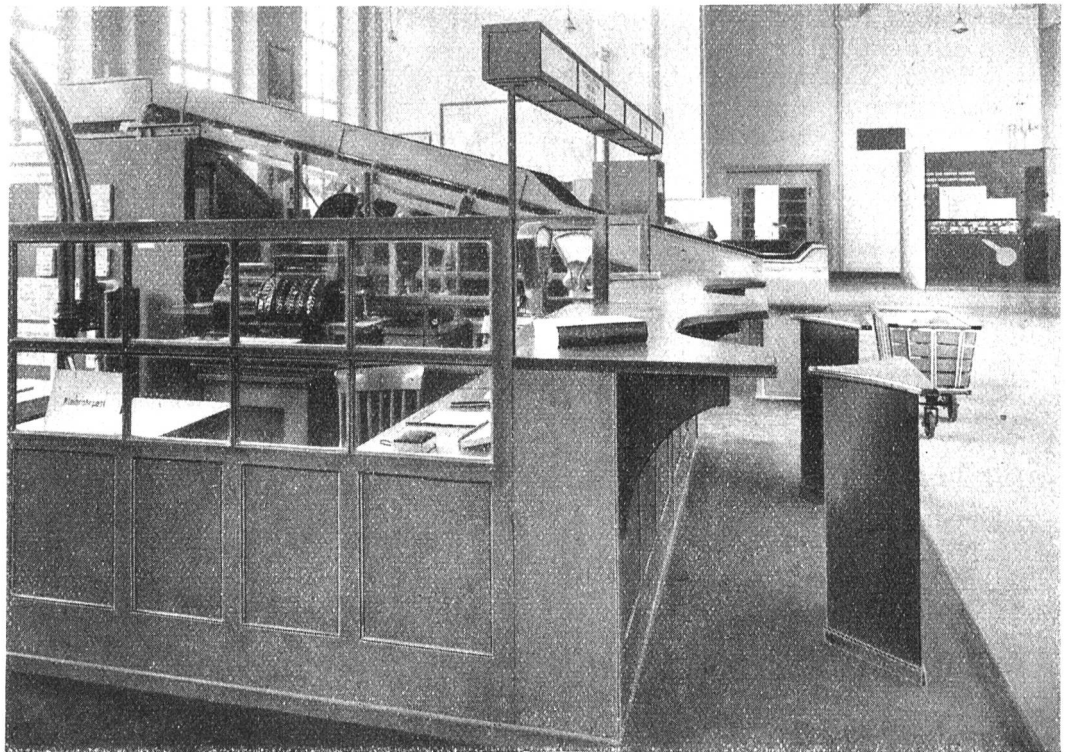
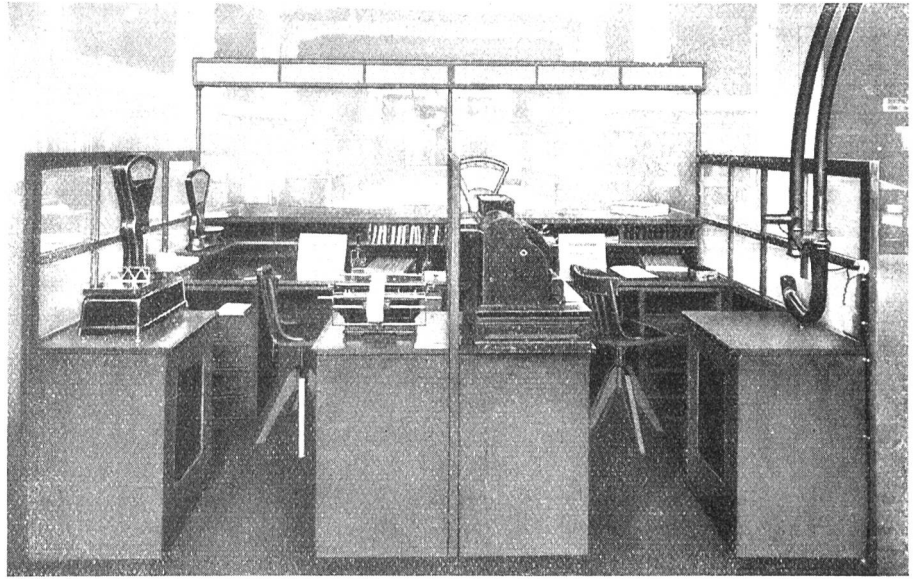
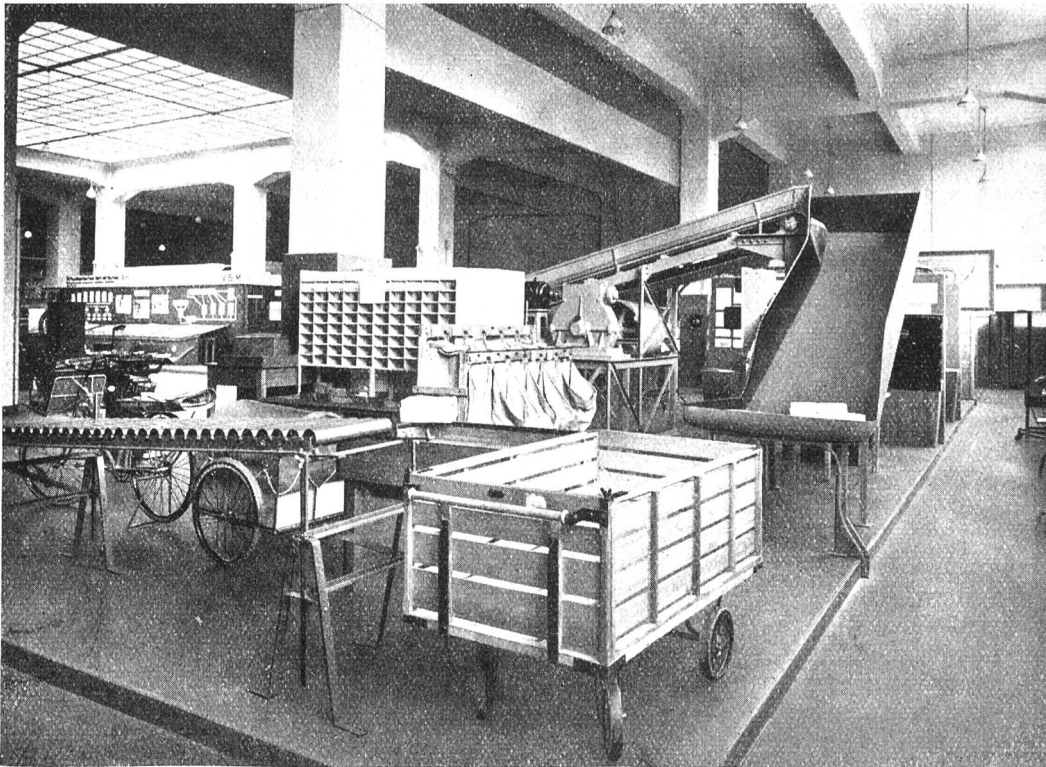
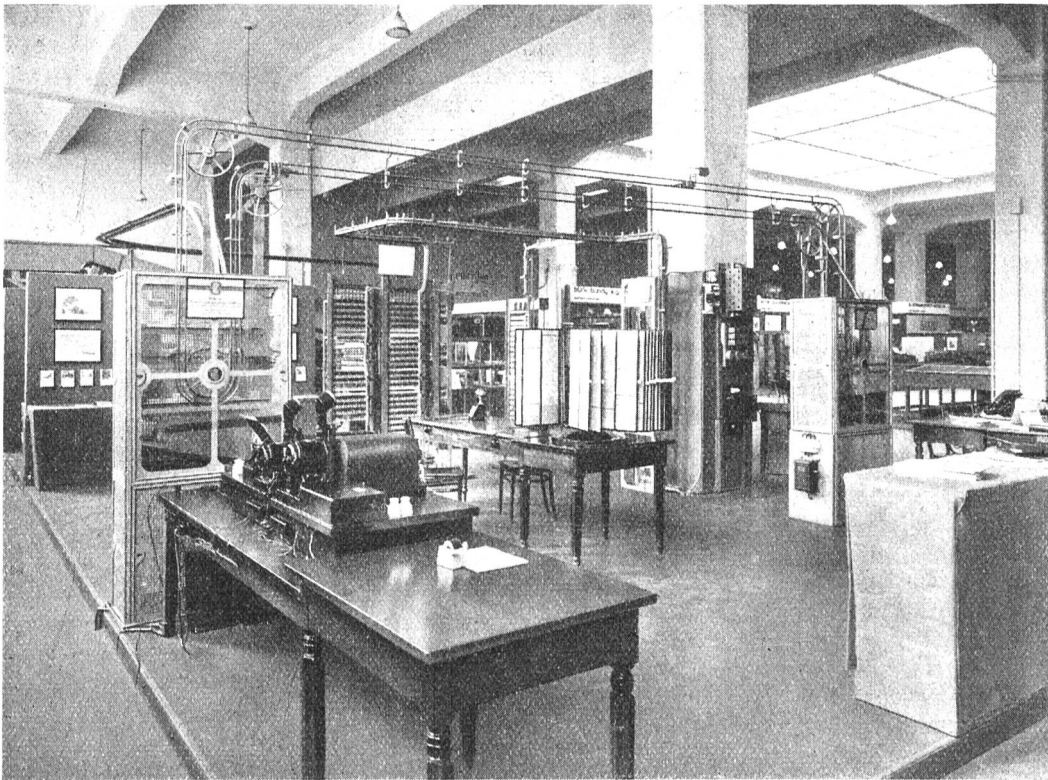

Abb. 1. Neue Schalteranlage mit Sitzpult.
Abb. 2. Schalteranlage zum Sitzendarbeiten von innen.
Abb. 3. Überblick über die Postabteilung. In der Mitte rechts Förderband mit Rutsche.
Abb. 4. Überblick über die Telegraphen- und Telephonabteilung mit Seilpostanlage für den Telegraphendienst.
Die *Abb. 1* gibt eine Teilansicht unserer Ausstellung mit einer Doppelschalteranlage im Vordergrund. Nimmt man dazu die nachfolgenden *Abb. 3 und 4*, die je ein Bild von den beiden entgegengesetzten Seiten zeigen, so ergibt sich zusammen ein gewisser Überblick über die ganze PTT-Ausstellung. *Abb. 2* zeigt die Schalteranlage von innen.
Diese Schalter, die praktisch in der Schweiz noch nicht erprobt sind, zeigen als Neuerung die bequeme Sitzvorrichtung für den Schalterbeamten. Alle Schalterverrichtungen des Beamten lassen sich sitzend erledigen, womit eine Forderung moderner Rationalisierung — Arbeitsvollzug bei geringster Ermüdung — erfüllt wird. Wertzeichenbuch, Münzbrett, Wagen, Stempel, Hilfsbücher, Vordrucke — alles ist sitzend erreichbar, und wenn der die Ausstellung besuchende Praktiker zuweilen einwendete, das Schalterbrett sei zu hoch, so hat er dabei wohl zu wenig berücksichtigt, daß der Drehstuhl höhergestellt werden kann. Die Höhe des Schalterbrettes ist von außen bestimmt durch den stehend am Schalter vorsprechenden Besucher. In *Abb. 2* erkennt man ferner die innere Ausrüstung der Schalter mit neuen Wagen und Bureaumaschinen; rechts fällt die Mündung einer *Rohrpost* auf, die bei den Besuchern besonders lebhaftes Interesse fand.
Aus *Abb. 3* ergibt sich ein Überblick aus der hintern rechten Ecke der Postausstellung. Im Mittelgrund rechts *Förderband mit Rutsche*, als Teile einer mechanischen Förderanlage für Postzwecke. Auf der schräg aufwärts führenden Bahn (auf *Abb. 1* besser sichtbar) führt ein elektrisch betriebenes Förderband
Der Dienstzweig **Telephon** war durch eine betriebsmäßig ausgerüstete *Telephon-Handzentrale* mit Verteiler, Relais- und Zählergestell und Stromlieferungsanlage, mit angeschlossenen *Teilnehmerstationen*, einer selbstkassierenden *Sprechstation* und einer *automatischen Landzentrale* vertreten. Auf diese Weise war es möglich, den Ausstellungsbesuchern das Zusammenarbeiten der ausgestellten Apparate verständlich zu machen und ihnen einen Begriff von der Einrichtung eines kleinen Telephonamtes zu vermitteln (*Abb. 4*).
*L'image n° 3* est une reproduction de la partie arrière droite de l'exposition postale. Au deuxième plan, à droite, un *tapis roulant* et un *glissoir* constituent des parties d'une installation mécanique de transport à l'usage de la poste. Le tapis roulant, à propulsion électrique, qui se trouve dans la conduite ascendante de gauche (plus distincte dans la fig. 1) transporte les paquets ou les sacs jusqu'au haut de l'appareil et les verse dans le glissoir, dont la partie inférieure est aménagée en forme de réceptacle. Divers appareils, de fabrication moderne, employés dans le service postal, sont en outre visibles sur la figure n° 3: un *chariot de bureau*; à sa gauche, une *table de déballage avec tiroir spécial pour la poussière* (voir dans le n° 4/1928 de la Revue des Postes, l'article des pages 127 et suivantes); un *transporteur à rouleaux*, à plan incliné sur lequel glissent d'eux-mêmes, moyennant une légère impulsion, les paquets qu'on y dépose; des *vélocipèdes et chariots pneumatiques* pour le service de distribution; une *machine à timbrer électrique* qui fut, dans la mesure du possible, présentée en activité; au milieu, une *table de travail pour facteurs de lettres* et, plus à droite, un *appareil de suspension pour sacs*. Tout à droite, le long du mur extérieur, se trouvaient des *machines de bureau* et des tables avec des modèles, bons et mauvais, *d'adresses, d'affranchissements*, de formats de lettres et journaux en liasses et de *plis* suffisamment et insuffisamment *cachetés*. On ne remarque malheureusement pas les fenêtres auxquelles étaient suspendus de fort beaux diapositifs mettant en évidence l'avantage et la beauté des courses automobiles sur les routes alpestres. L'œil du visiteur était attiré aussi par d'autres affiches-réclames du service automobile et par de grands graphiques en couleurs, appliqués aux parois intérieures et qui, sous une forme artistique, faisaient ressortir, l'un les conséquences fâcheuses des *adresses insuffisantes sur les envois postaux*, un autre, *l'utilité de la carte d'identité postale* et un troisième, l'influence de la rationalisation et des machines de bureau sur *l'effectif du personnel* (voir également la figure 9, au centre de laquelle se trouve une réclame de ce genre en faveur des télégrammes à ornements artistiques pour occasions spéciales, Télégrammes T. O.)
Die Abb. 4 zeigt ferner in der Mitte auf einem Tisch eine für den Auskunftsdienst einer grossen Zentrale bestimmte Drehsichtkartei. Links davon sind die Gestelle der automatischen Landzentrale und rechts die zur Stromlieferungsanlage gehörenden Apparate, wie Gleichrichter und Drosselspule, ferner der Relaisrahmen für die Verbindungsleitungen sichtbar. Hinter der Drehsichtkartei ist links freistehend das Relais-
ainsi qu'une centrale rurale automatique. Il était, en conséquence, possible de faire la démonstration du fonctionnement complexe des appareils exposés et de révéler aux visiteurs les détails d'installation d'une petite centrale téléphonique (fig. 4).
In einer besonderen Gruppe wurden die wichtigsten Dienstzweige des **Telegraphen** in betriebsmäßiger Anordnung gezeigt. Im Vordergrund der *Abb. 4* ist der *Telegraphenapparat* sichtbar, ein Tastenschnellschreiber der Firma Siemens & Halske, Berlin, der die Übermittlung von 100 bis 110 Telegrammen in der Stunde in jeder Richtung gestattet. Der Apparat ist für Hand- und automatischen Sendebetrieb eingerichtet und außerdem mit einer Vorrichtung für Lochstreifen-Empfang versehen.
Die zweckmäßige Anordnung der einzelnen Dienste und die vorhandenen technischen Hilfsmittel lassen erkennen, daß im Telegraphenbetrieb dem Gedanken der Rationalisierung der Arbeitsmethoden weitgehend Rechnung getragen wird. Von der Schalteranlage (*Abb. 1 und 2*) aus führt eine von der Firma Deutsche Telephonwerke & Kabelindustrie A.-G., Berlin erstellte *Klein-Rohrpost* nach dem Beförderungsdienst. Sie dient in erster Linie zur raschen Weitergabe der am Schalter aufgegebenen Telegramme. Für die mechanische Fortbewegung der ankommenden Telegramme zwischen Beförderungsdienst und Ankunfts kontrolle sorgt die in *Abb. 4* sichtbare *Seilpostanlage*, ausgeführt von der Firma Zwietusch & Cie., Charlottenburg. Die für die Zustellung im Ortskreis bestimmten Telegramme gelangen mit der Seilpost zunächst an die Adressenergänzungsstelle (rechts in *Abb. 4*), wo die Adressen nach den Angaben einer Kartei ergänzt werden. Hierauf werden die Telegramme, je nachdem sie durch Boten oder telephonisch zugestellt werden müssen, der Einschreib- und Abfertigungsstelle oder der Telephonistin übergeben. Die Adressenergänzung geschieht in einfacher Weise durch Aufkleben eines der Kartei entnommenen Zettels, auf dem die vollständige Adresse des Empfängers und allfällige Bestellaufträge in Druckschrift angegeben sind.
La *figure 4* montre, placé au milieu d'une table, un *tourniquet* destiné au service de surveillance des grandes centrales. A gauche de ce tourniquet, on voit les bâtis de la centrale rurale automatique, et à droite, les appareils faisant partie de l'installation d'énergie électrique, tels que le redresseur, la bobine de réactance, ainsi que le cadre des relais des lignes de connexion. Egalement à gauche du tourniquet on aperçoit, à l'arrière plan, le bâti des relais et des compteurs, et, à droite, le distributeur fixé à la colonne. Au même plan que les deux guichets de la poste se trouvent, masqués par le tourniquet et la colonne, les deux commutateurs de la centrale B. C. Cf.
Les services les plus importants du **télégraphe** formaient un groupe spécial en pleine exploitation. Au premier plan de la *figure 4*, on distingue l'appareil télégraphique, soit un manipulateur rapide de la maison Siemens & Halske, à Berlin, appareil qui permet de transmettre 100 à 110 télégrammes par heure dans les deux directions. Cet imprimeur peut être desservi à la main ou automatiquement; il possède, en outre, un dispositif pour la réception sur bande perforée.
La disposition avantageuse des différents services et la présence de toutes sortes d'installations accessoires font ressortir que le télégraphe, lui aussi, a su tirer profit de la rationalisation des méthodes de travail. Une petite installation de tube pneumatique, établie par les „Deutsche Telephonwerke & Kabelindustrie A.-G. Berlin“ relie les guichets avec le service de transmission (*fig. 1 et 2*). Cette installation est, avant tout, destinée à faire suivre le plus rapidement possible les télégrammes consignés au guichet. Le transport automatique des télégrammes arrivants est assuré, entre le service de transmission et le service de contrôle, par le petit telféage que l'on voit dans la *figure 4*, et qui a été livré par la maison „Zwietusch & Cie., à Charlottenburg“. Les télégrammes à distribuer dans le rayon local sont, en premier lieu, dirigés au moyen du telféage vers le service chargé de compléter les adresses conformément aux fiches indicatrices conservées dans un casier (dans la *fig. 4*, à droite). On remet ensuite les télégrammes soit au service de distribution s'ils doivent être portés aux destinataires par des facteurs, soit à la téléphoniste si l'on doit les transmettre par téléphone. Les télégrammes sont complétés par des adresses imprimées contenant aussi des instructions éventuelles pour la remise des télégrammes aux destinataires. Ces adresses, conservées dans le casier dont il a été fait mention plus haut, sont simplement collées sur les télégrammes.
La dernière figure n° 9 représente une collection de publications à l'usage tant des entreprises de transport elles-mêmes que du public. Avec de bons yeux, on distingue facilement, déployés sur la table, d'une part le nouveau dictionnaire des localités de la Suisse et, d'autre part, les différentes instructions de la série A, Prescriptions générales de service. On aperçoit aux parois, des images de contrées pittoresques du pays et des brochures-réclames servant à la propagande en faveur des courses postales alppestres. (La grande carte de la Suisse avec les lignes postales d'automobiles en couleur, qu'on remarque sur la paroi de fond de la fig. 1, a un but analogue.)
An der Wand finden sich Werbebroschüren und Bilder von bekannten Schweizergegenden als Propaganda für die Alpenposten. (Dem gleichen Werbezweck diente auch die auf der Hinterwand von *Abb. 1* sichtbare große Schweizerkarte, mit farbig eingezeichneten Postautolinien.) An der rechten Seitenwand stand — auf den Bildern nicht sichtbar, aber von den Besuchern deshalb nicht weniger beachtet — das Modell eines vollständig neu ausgerüsteten Briefboten, der dem Ausstellungs-treiben stumm zusah, eines „wahrhaft zufriedenen eidg. Angestellten“, wie ein Ausstellungsbericht sagt. Auf den Bildern ebenfalls unsichtbar ist eine moderne *Schloßfächeranlage*, die auch nach innen aufgestellt war und dem Publikum so einen erwünschten Einblick hinter die postalischen Kulissen gewährte.